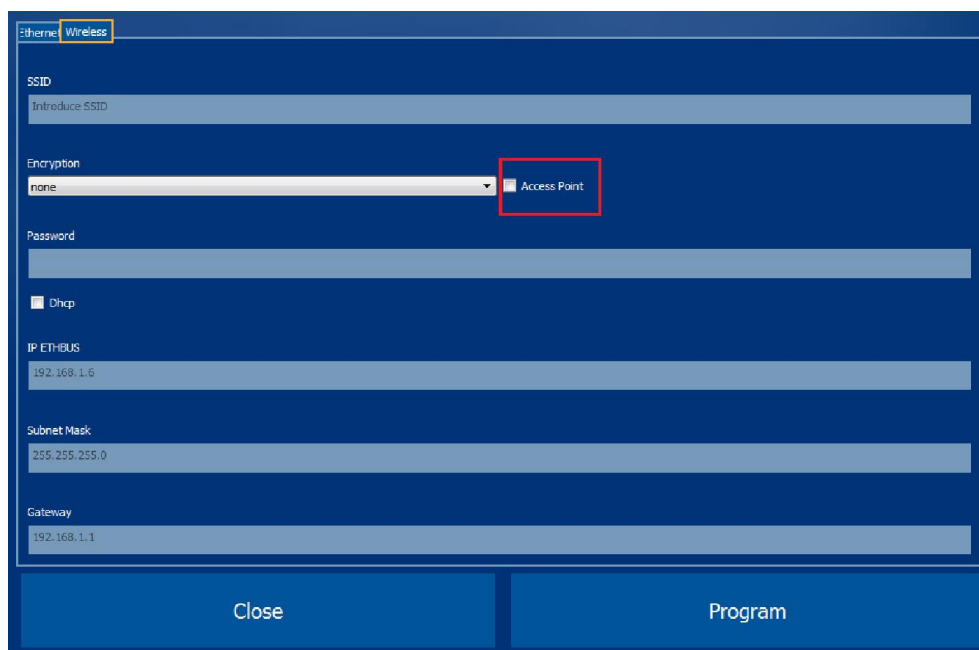

Imagen 4. Configuración inalámbrica
Para acceder a la configuración inalámbrica, haga clic en la pestaña "Wireless" (inalámbrica) en la parte superior izquierda, ver Imagen 4. Existen dos opciones para la configuración inalámbrica.
- Marcando la casilla "**Access Point**" (punto de acceso) (ver Imagen 4), el servidor Web puede crear una red Wi-Fi local. A continuación, la red inalámbrica se configura introduciendo la "**SSID**", el tipo de "**Encryption**" (encriptación) y la contraseña de seguridad en "**Password**" si es necesario. Después de este paso ya puede establecerse una conexión local con dispositivos portátiles como teléfonos móviles, tablets, etc. A continuación, para controlar el sistema de automatización domótica con un dispositivo portátil que funcione con Android o iOS, la aplicación "**IngeniumASC**" tiene que estar instalada (ver más detalles en sección 0 Imagen 4). Adicionalmente, también puede establecerse una conexión remota a través de un PC accediendo directamente al botón "**Control**" en "**Ingenium Tracker**" (ver sección 7).